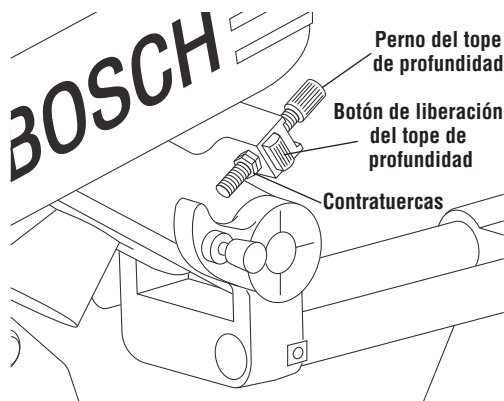

Figura 13. Ajuste de la profundidad
1. Afloje y gire las dos contratuercas hasta justo arriba del extremo roscado del perno de tope de profundidad (Figura 13).
2. Oprima el botón de liberación del tope de profundidad y tire hacia arriba del perno de tope de profundidad hasta que la tuerca llegue al fondo de su marco de soporte (Figura 13).